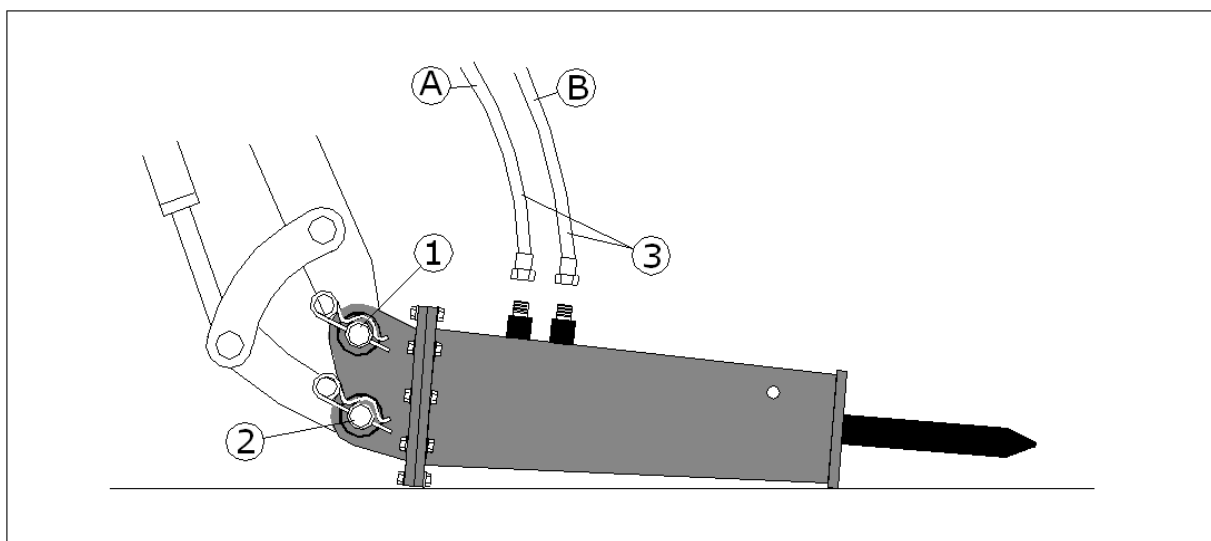

FIG. 8
1. Positionnez le marteau sur la surface comme indiqué par la figure 8. Baissez le bras de la machine opératrice lentement jusqu'à faire coïncider le trou du bras de la machine avec celui du support du marteau (1, fig.8). Insérez le boulon de fixation et serrez-le à l'aide des clefs.
2. Déplacez la tige d'attelage du bras de la machine opératrice jusqu'à aligner les trous d'enclenchement du bras et le support du marteau (2, fig. 8), insérez le second boulon et serrez-le par les clefs.
- Refoulement diamètre du raccord 1/2" (A, fig. 8) - Decharge diamètre du raccord 3/4" (B, fig. 8).
- Refoulement diamètre du raccord rapide 3/4" (A, fig. 8) - Decharge diamètre du raccord 1" (B, fig. 8).